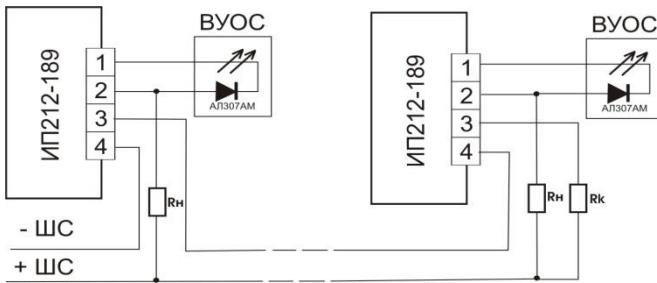

Рис.1
**Внимание потребителя!** Схема включения извещателей ИП212-189 в шлейф приведена на рис. 1
4.6 Контакты "1" и "2" клеммника можно использовать для подключения внешнего устройства оптической сигнализации (ВУОС), в соответствии с рис. 1.